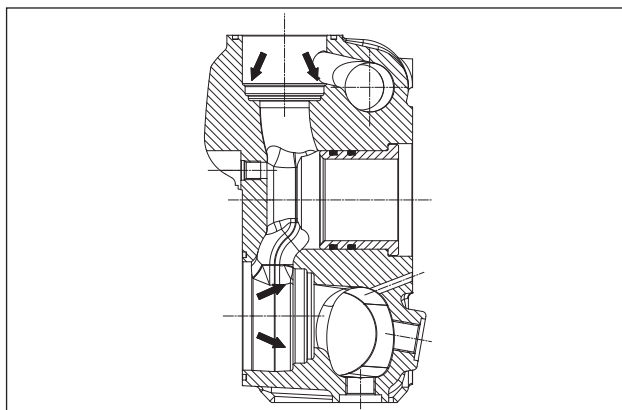

Abb. 149
Vor dem Wiedereinbau der Ventilgruppen reinigen und trocknen Sie gründlich ihre Sitze im Kopf, siehe Pfeile (Pos. ①, Abb. 149).